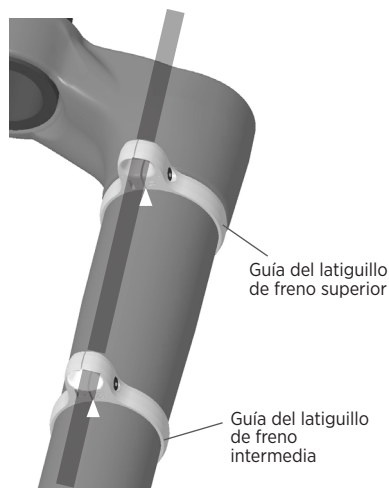

Figura 7: posición de las guías del latiguillo de freno
4. Coloque las guías de latiguillo intermedia y superior de modo que la ranura inferior quede alineada con cada uno de los gráficos de flecha grabados con láser en la horquilla (representados por las puntas de flecha blancas en la figura 7). Utilice una punta hexagonal de 2,5 mm y una llave dinamométrica para apretar los tres tornillos a 0,9 N·m (8 in-lb).